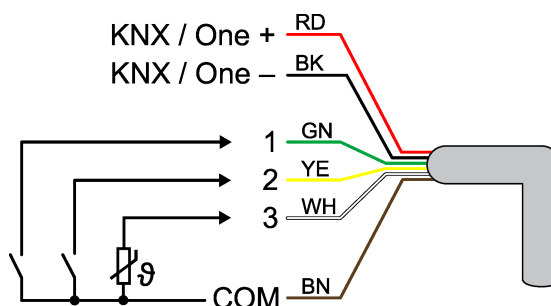

рисунок 2: Распределение подключений управляющей линии (пример)
- При необходимости подключите беспотенциальные контакты или датчики оттаивания/утечки на входы 1...3 или датчик температуры на вход 3 (см. рисунок 2).